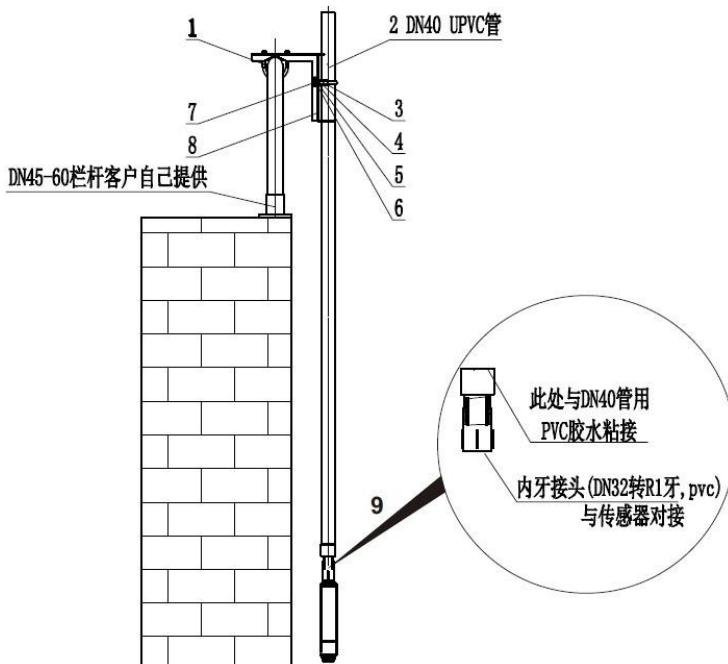

图 4 常见安装方式示意图
常见的安装方式示意图如图 4 所示： 传感器具体的安装步骤如下：
3. 将 2 (DN40 管), 通过 4 (DN42 U 型管夹) 固定于 8 (安装板) 上, 如图 4。